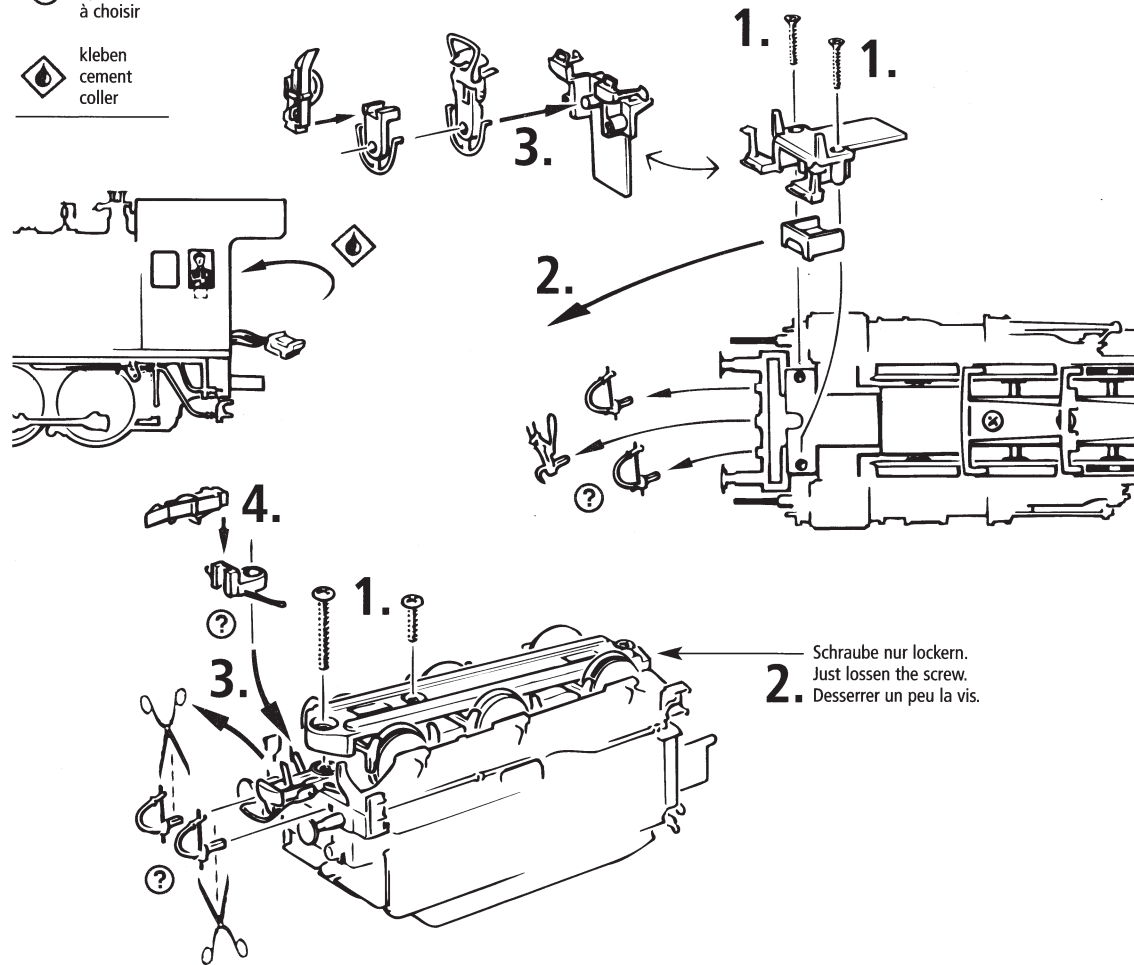

Fig. 4
4. Einbau eines Dampfgenerators (Fig. 7): Zuerst das Lok- bzw. Tendergehäuse abnehmen (Fig. 4, Fig. 5) dann den Seuthe Dampfgenerator Nr. 10 (für konventionellen Betrieb!) oder Nr. 11 (für digitalen Betrieb!) einbauen.
4. Emploi d'appareil fumigène: Veuillez démonter d'abord la caisse de votre locomotive et la caisse du tender (fig. 4, fig. 5) et introduisez ensuite le fumigène au chassis (fig. 7). **Attention:** Le fumigène Seuthe n° 10 n'est à utiliser qu'en exploitation classique »analogue«. Pour une locomotive munie d'un décodeur de commande numérique faites appel au fumigène Seute n° 11!
4. Montaggio di un generatore di vapore: (Fig. 7). Rimuovere prima l'alloggiamento della locomotiva o del tender (Fig. 4, Fig. 5), quindi montare il generatore di vapore Seuthe N. 10 (per il funzionamento convenzionale!) o N. 11 (per il funzionamento digitale!).